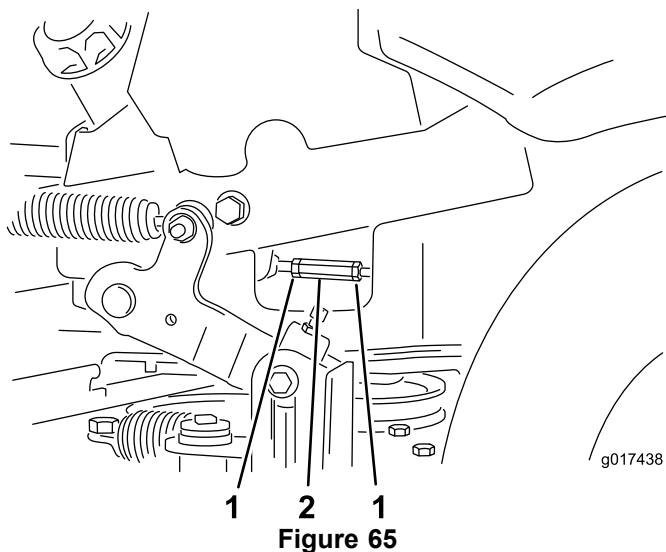

Figure 65
14. Réglez les tiges de commande de pompe en desserrant les 2 écrous de blocage et en tournant l'écrou de réglage dans le sens voulu jusqu'à ce que les roues tournent légèrement en marche arrière (Figure 65).
16. Serrez les 2 écrous de blocage contre l'écrou de réglage (Figure 65).